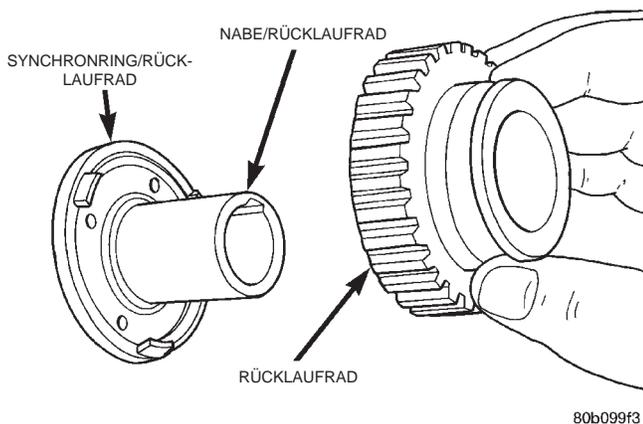

Abb. 117 Rücklaufgrad ausbauen
- (3) Das Rücklaufrad von Lager und Nabe abziehen (Abb. 117).